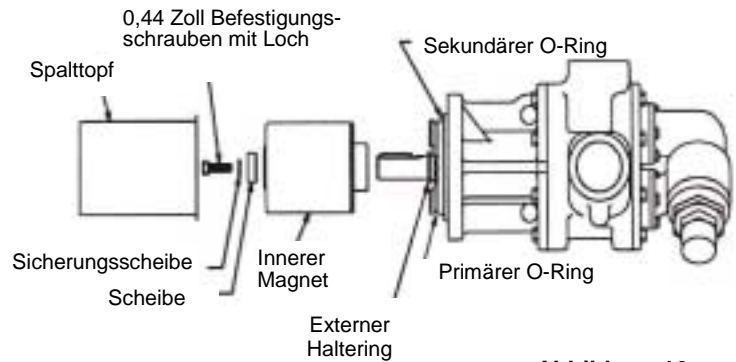

Abbildung 16
1. Inspizieren Sie die Magneten, um sicherzustellen, daß keine Fremdkörper angezogen wurden. Entfernen Sie alle Fremdkörper. Installieren Sie den externen Haltering und die Feder auf der Pumpenwelle. Schieben Sie die innere Magneteinheit auf die Welle, so daß sie an dem Haltering anliegt. Installieren Sie die Scheibe, die Sicherungsscheibe und die Befestigungsschraube, um den Magneten zu sichern. (Siehe **Abbildung 16**). Schieben Sie eine Messingstange durch eine Öffnung zwischen die Rotorzähne, und ziehen Sie die Befestigungsschraube fest.